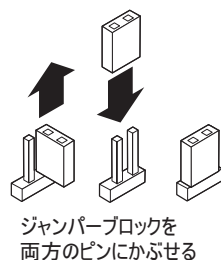

図 4 JMP2とJMP3の同期信号の極性を変更する
2. JMP2 と JMP3 の位置をメインボード上で確認します。ジャンパーブロックを抜き取って、両方のピンにかぶせます（図 4 を参照）。
- スタンダードユニバーサル 1U ラックシェルフキット (RSU 129 - 製品番号 60-190-01) (図 4 を参照)